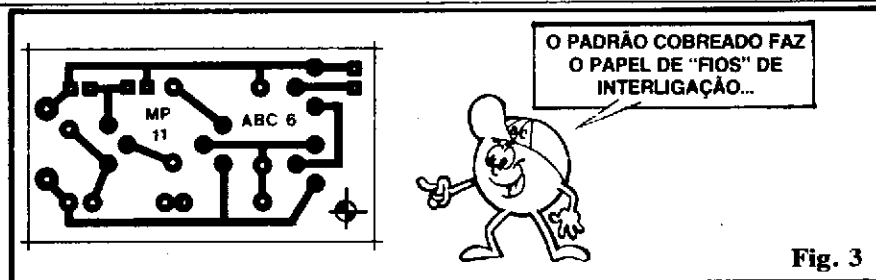

Fig. 3
- **FIG. 3** - Lay out (desenho com a distribuição, proporções, etc., reais e finais para o uso...) do padrão cobreado do Circuito Impresso específico para a montagem do VAGALUME AUTOMÁTICO. A figura (como ocorre e ocorrerá sempre, aqui em ABC...) está em tamanho natural (chamamos esse fato, geometricamente, de "escala 1:1"...) de modo que é só copiar, diretamente, sobre uma placa de fenolite cobreado "virgem", seguindo as demais instruções mostradas na Seção TRUQUES & DICAS da "Aula" nº 5 do ABC, para obter,